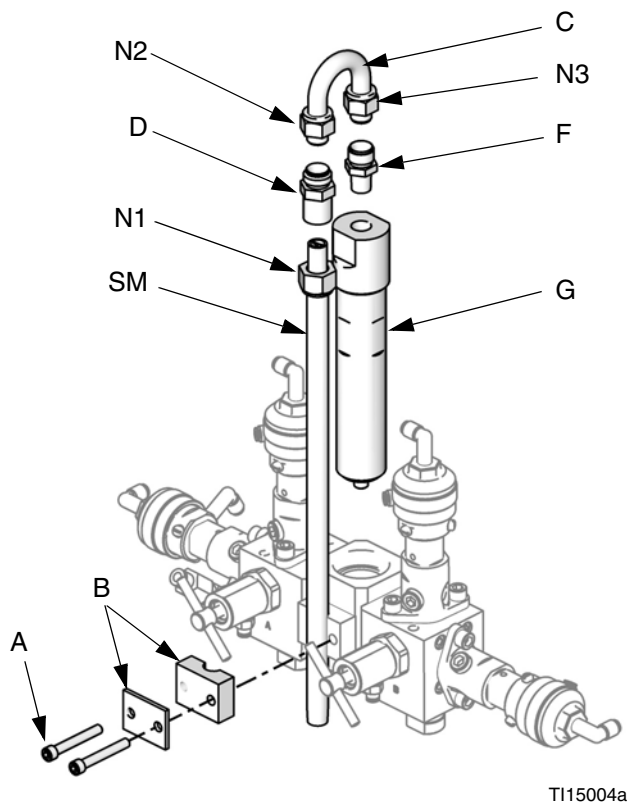

FIG. 8 Smontare l'integratore e il miscelatore statico
1. Estrarre le viti (A) e il gruppo della mensola del miscelatore statico (B). Vedere FIG. 8.
2. Allentare il dado del miscelatore statico (N1). Smontare e conservare il miscelatore statico (SM).
3. Allentare i dadi del tubo a U (N2 e N3). Eliminare il tubo a U (C) e il raccordo del miscelatore statico (D).
4. Smontare e conservare il raccordo 1/4 npt(m) (F). Smontare l'integratore (G) e eliminarlo.